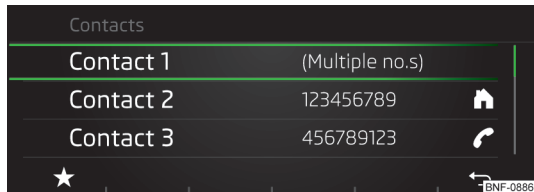

Fig. 113
► Prin apăsarea tastei funcționale  » fig. 113 se afișează un meniu pentru memorarea contactului preferat » pagina 88, *Contactele preferate (favorite)*.